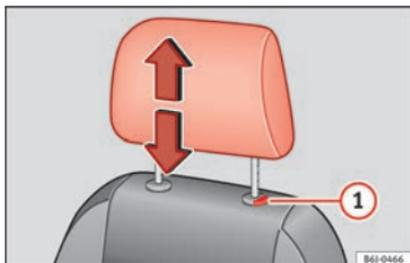

Fig. 141 Apoyacabezas delantero: ajuste o desmontaje.
- Pulse el seguro **1** » **fig. 141** y extraiga el apoyacabezas.